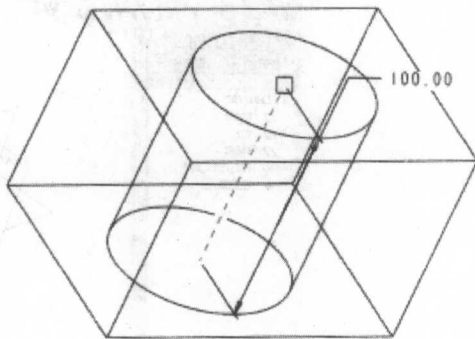

图 1-6
- (8) 单击预览按钮 ，模型如图 1-6 所示，单击拉伸特征操控板中的  按钮，完成本次拉伸特征的建立。